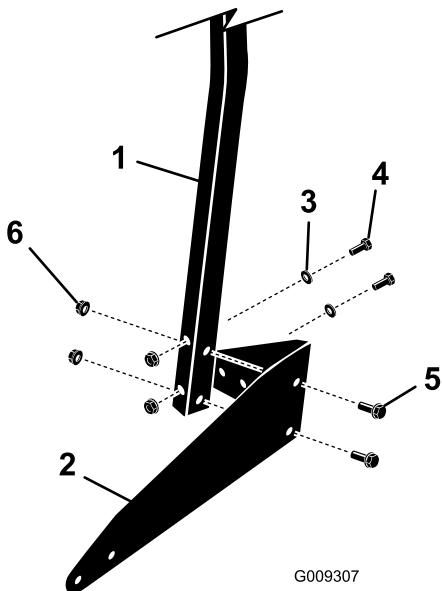

Figura 2
- Prenda, sem apertar, os suportes ao tubo de suporte traseiro utilizando quatro parafusos (5/16 x 2 $\frac{3}{4}$ pol.), quatro parafusos (5/16 x 1 $\frac{1}{4}$ pol.), quatro anilhas de cabeça chata (5/16 pol.) e oito porcas flangeadas (5/16 pol.) como se mostra na Figura 2.